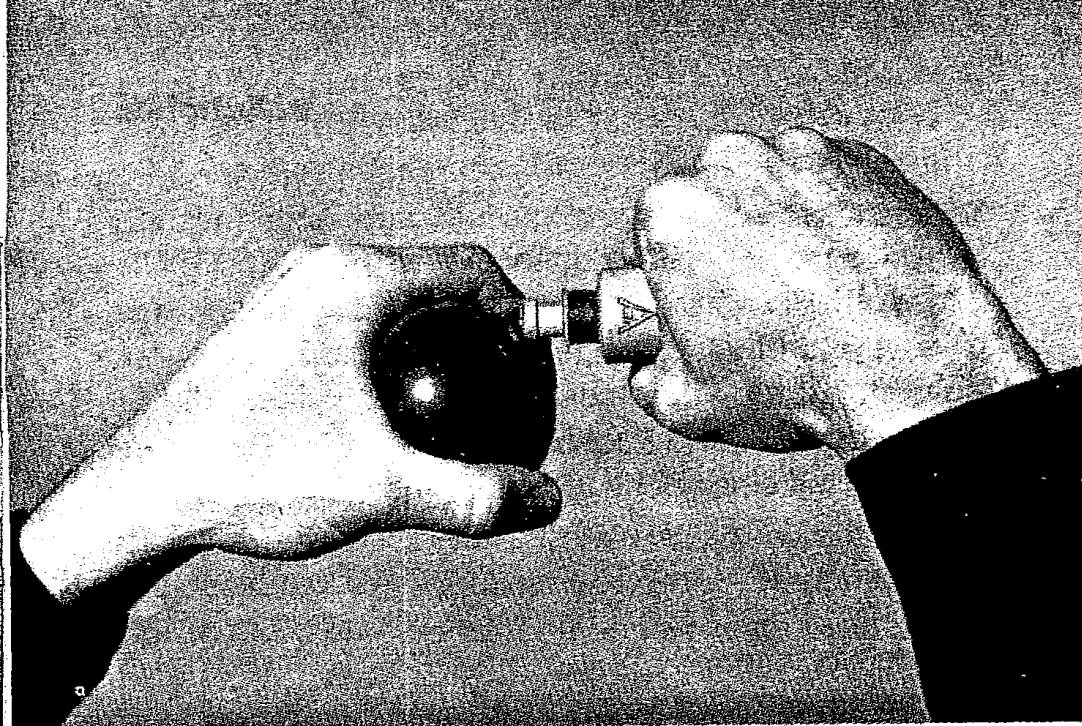

Abb. 15:
- e) Saugball durch Ankanten und leichtes Drehen an Pumpenkörper montieren (Abb. 15). Korrekten Sitz erreicht man durch Einstauchen und drehende Bewegung des Pumpenkörpers.